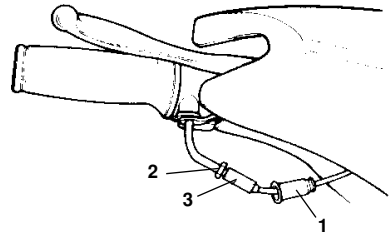

Fig. 40
- Die Schutzgummis (1 - Fig.40) abziehen, die Kontermutter (2) lösen und den Gaszug über die Einstellvorrichtung (3) einstellen.